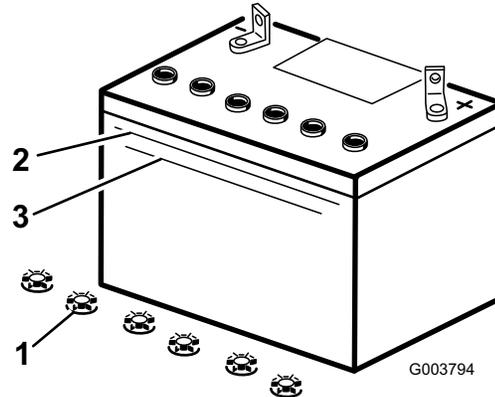

Figure 28
- Observez le côté de la batterie. Le niveau de l'électrolyte doit atteindre le trait supérieur (Figure 28). Le niveau d'électrolyte ne doit pas descendre au-dessous du trait inférieur (Figure 28).
3. Enlevez les bouchons de remplissage de la batterie (Figure 28).
4. Versez de l'eau distillée avec précaution dans chaque élément jusqu'au repère supérieur (Figure 28) sur le côté de la batterie.
5. Attendez cinq à dix minutes après avoir rempli les éléments. Au besoin, ajoutez de l'eau distillée pour amener le niveau jusqu'au repère supérieur sur le côté de la batterie (Figure 28).